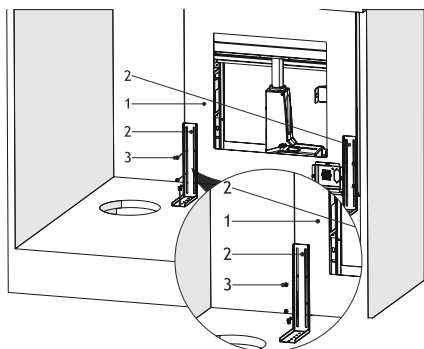

Fig. 12
5. ➡ ■ Montér nu emhætten vha. de 2 x lange monteringsbeslag fast ned i bundpladen. (Fig. 12)